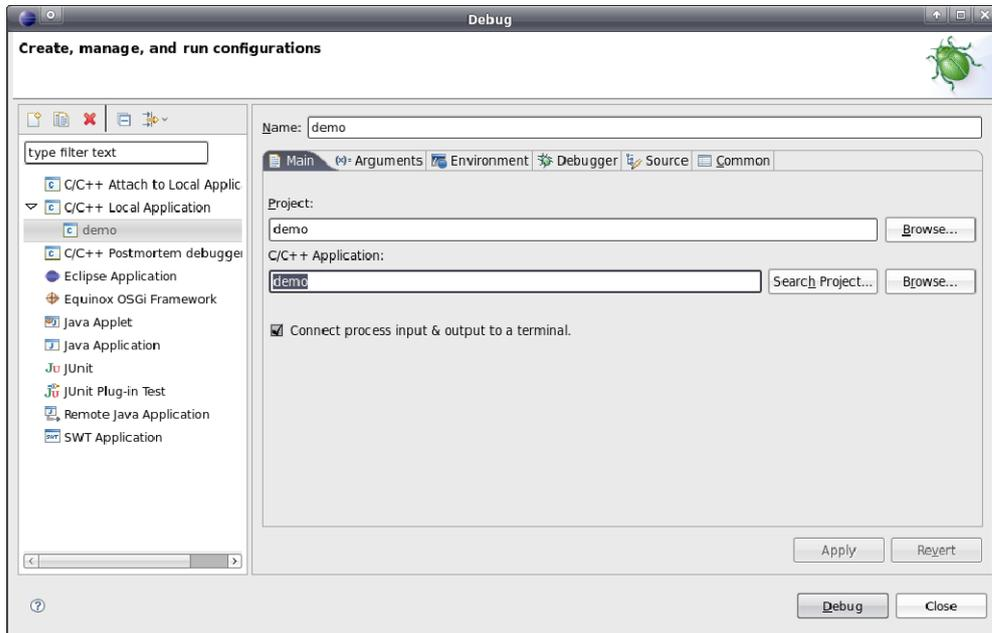

Bild 53: Festlegen der zu debuggenden Applikation
Die Konfiguration des Debuggers in der IDE ist nur einmalig beim ersten Aufruf notwendig. Die Konfiguration erfolgt innerhalb von "Eclipse" über den Menüpunkt **"Run -> Debug..."**. Dadurch wird der im Bild 53 dargestellte Konfigurationsdialog geöffnet. Hier sind folgende Schritte auszuführen:
2.1 Festlegen des im Debugger auszuführenden Programms (siehe Bild 53)